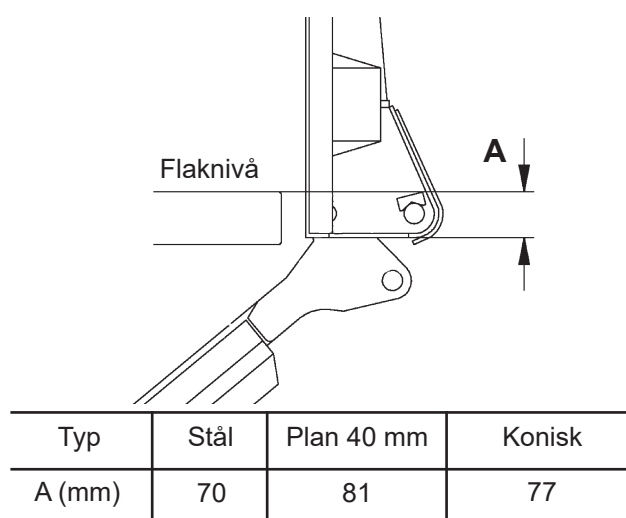

Bild 37. Bryggans underhäng (A), varierar mellan olika bryggtyper.
6. Bryggans underhäng (A), Se Bild 37, varierar mellan olika bryggtyper, vilket bör beaktas vid montering av överkanstmätning.